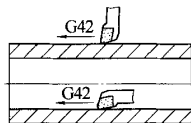
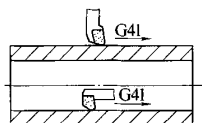

图6
图7
(2) 假想刀尖位置为P3时,刀具半径补偿指令为G42,如图6所示;假想刀尖位置为P4时,刀具半径补偿指令为G41,如图7所示。